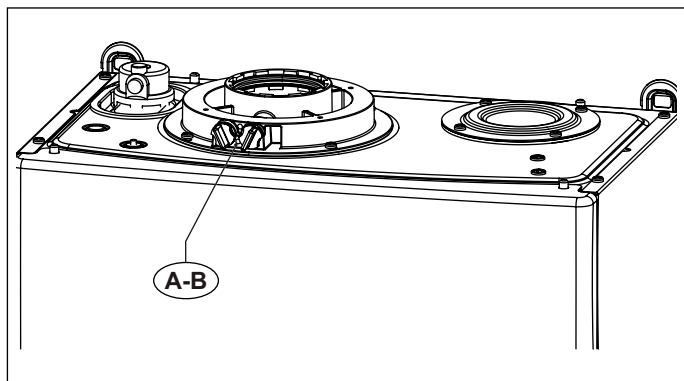
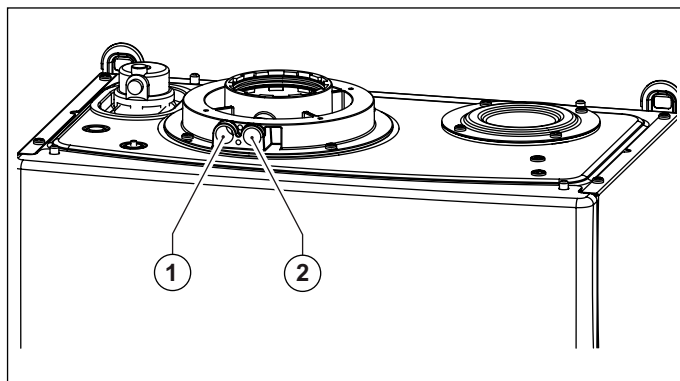

Fig. 15 Posizione tappi
Fig. 16 Posizione fori
La caldaia è provvista di una torretta per il collegamento della tubazioni di aspirazioni aria/scarico fumi (vedi Fig. 15 Posizione tappi e Fig. 16 Posizione fori).
Nella torretta sono stati predisposti dei fori per l'accesso diretto all'aria comburente ed allo scarico dei fumi (vedi Fig. 16 Posizione fori).
Prima di effettuare le misurazioni togliere i tappi **A** e **B** dai fori predisposti sulla torretta (vedi Fig. 15 Posizione tappi).
- misura dell'aria comburente prelevata nell'apposito foro **1** (vedi Fig. 16 Posizione fori).
- misura della temperatura fumi e della CO2 prelevata nell'apposito foro **2** (vedi Fig. 16 Posizione fori).